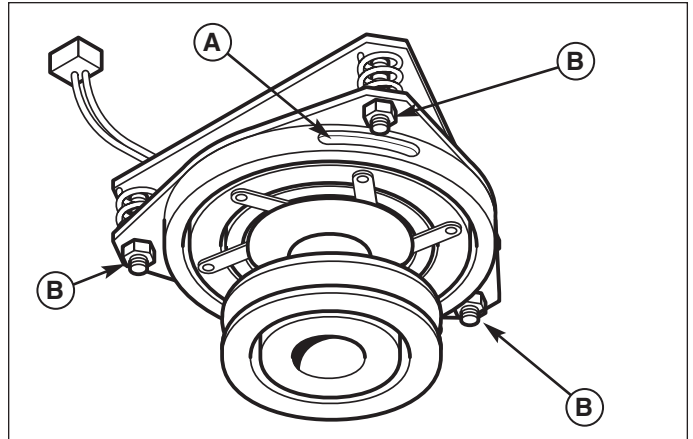

Figura 32. Regolazione della frizione della presa di forza
4. Serrare alternativamente i dadi di regolazione (B, Figura 32) finché le facce del rotore e dell'armatura arrivano appena a toccare lo spessimetro.